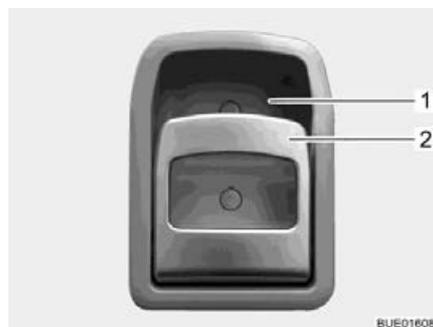

Bild 73 Türschloss (Eingangstür innen)
- Am Griff (Bild 73,2) ziehen. Das Türschloss wird entriegelt bzw. geöffnet.
- Griff (Bild 73,2) oben in Richtung Griffschale (Bild 73,1) drücken. Das Türschloss wird verriegelt.